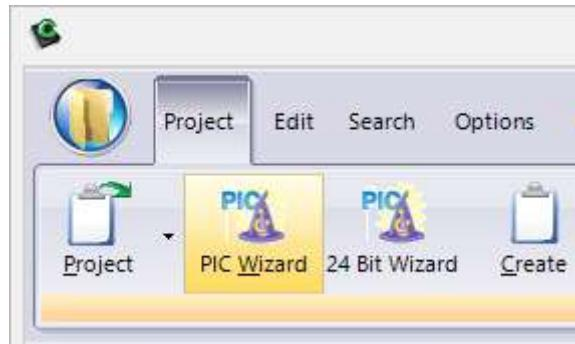

Рисунок 3.3.4 – Процес створення проекту у **IDE PCWH**
1. Запустити **IDE PCWH**, натиснути кнопку **Projects** майстра **PIC Wizard** (рис. 3.3.4):